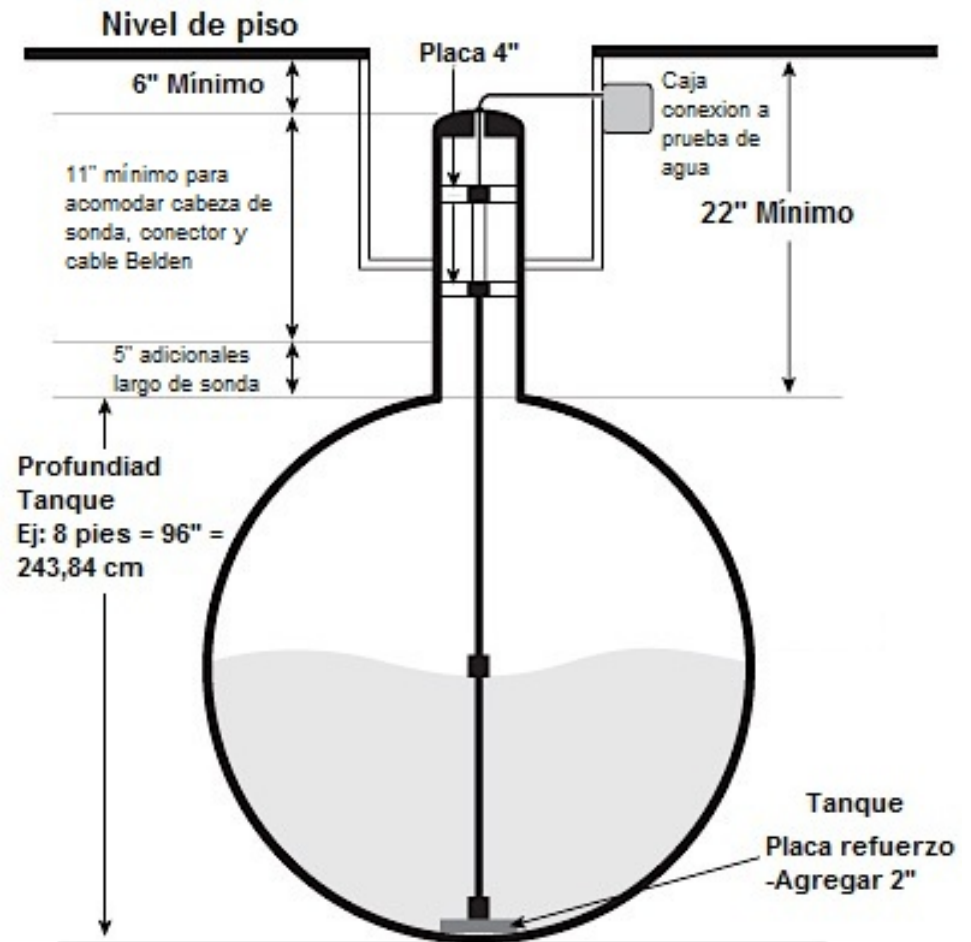

Figura 3-2 Instalación de una sonda en un tanque subterráneo
1. Refiérase a la Figura 3-2. Instalar un pozo de acceso de al menos 18" (45.7 cm) de diámetro alrededor de un accesorio no utilizada en la parte superior del tanque. Este pozo de acceso debe ser lo suficientemente grande para acomodar una caja de unión resistente a la intemperie.